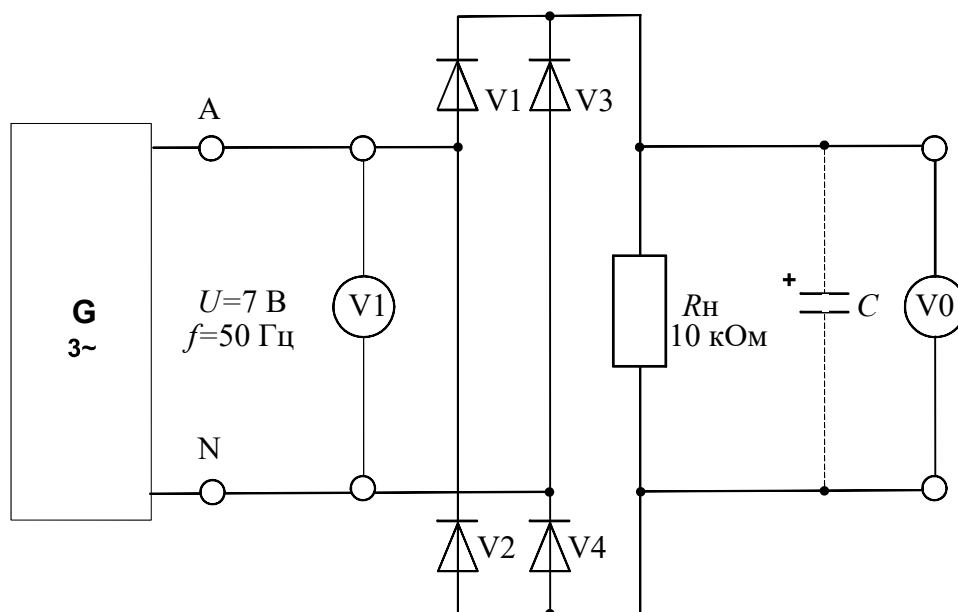
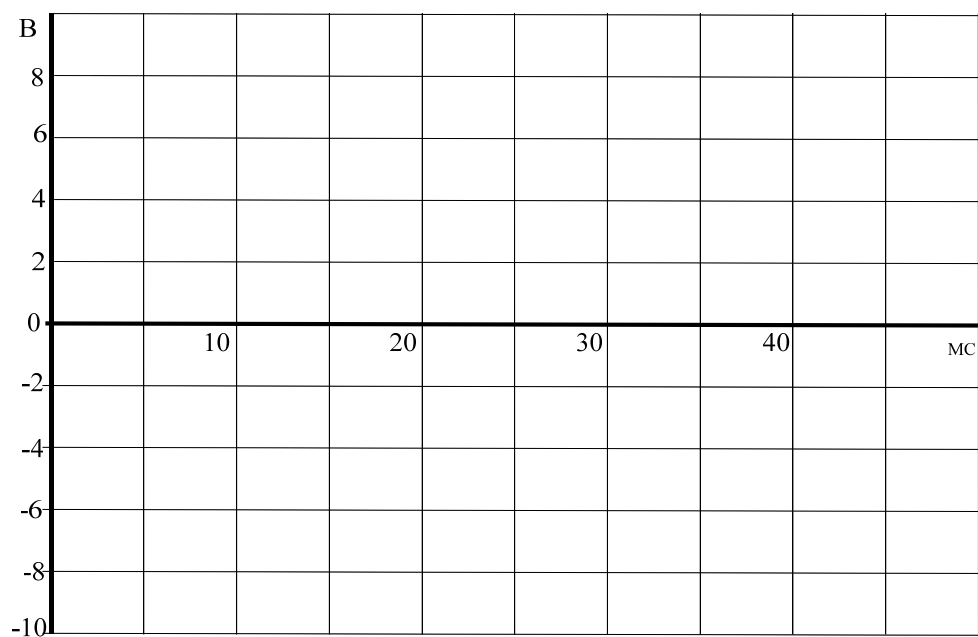

Рисунок 6 – Схема экспериментального исследования двухполупериодного мостового выпрямителя
Рисунок 7
2.1. Соберите цепь согласно схеме (рис. 6) без сглаживающего фильтра. На схеме V0 и V1 – входы коннектора. При сборке схемы обратите внимание на полярность электролитического конденсатора. Включите виртуальные приборы V0 и V1 и осциллограф. Подключите два любых входа осциллографа к каналам V0 и V1. Установите развертку 5 мс/дел. Перенесите на график (рис. 7) осциллограммы входного и выходного напряжений.
2.3. Параллельно нагрузочному резистору R_H подключите сглаживающие конденсаторы C с емкостями, указанными в таблице 2, повторите измерения и дорисуйте графики выпрямленного напряжения на рис. 7.